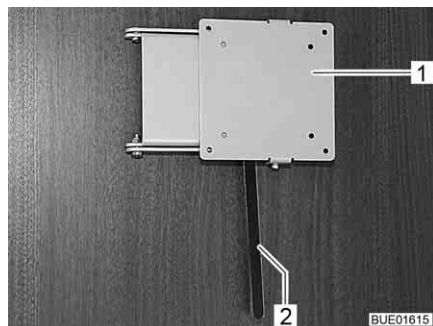

Bild 100 Halterung mit Entriegelungshebel
- Den Entriegelungshebel (Bild 100,2) zur Seite drücken und die Halterung (Bild 100,1) mit dem Flachbildschirm in die gewünschte Position drehen.
- Flachbildschirm zurückdrehen, bis die Halterung (Bild 100,1) in die Verriegelung einrastet.